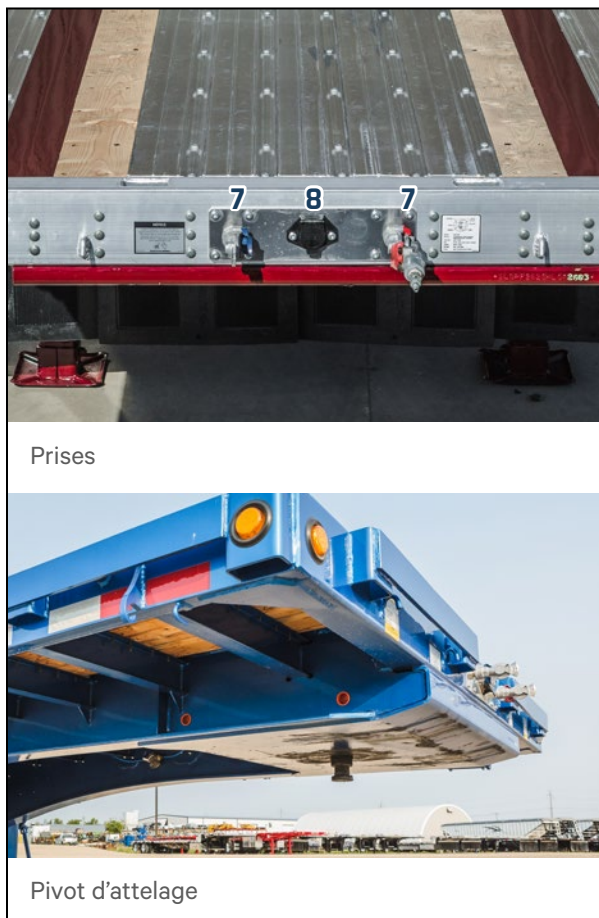

Figure 12 – Branchement (type)
5. Avant de raccorder les canalisations d'air sur la remorque, vérifier la sûreté de la sellette autour du pivot d'attelage en faisant avancer légèrement le tracteur. Le frein de stationnement devrait demeurer engagé et donc empêcher la remorque de bouger. Si l'accouplement de la sellette est sécuritaire, le frein de stationnement de la remorque devrait offrir une résistance. À l'inverse, si l'accouplement n'est PAS sécuritaire, la remorque demeurera sur place, et le pivot d'attelage ressortira de la sellette. Référence : Figure 12.
7. Avant de brancher les têtes d'accouplement du tracteur ou de la remorque de tête, les nettoyer si elles sont sales. Bien brancher les têtes d'accouplement du tracteur ou de la remorque de tête sur la remorque. Le code couleur des têtes d'accouplement **BLEUE** et **ROUGE** permet d'éviter un mauvais branchement. Brancher la tête d'accouplement bleue (canalisation de frein de service) du tracteur ou de la remorque de tête sur la tête d'accouplement bleue de la remorque. De la même façon, brancher la rouge sur la rouge (canalisation de frein d'urgence/de réserve). Référence : Figure 12. Dans quelques étapes, nous confirmerons le fonctionnement des freins pour prouver que les canalisations d'air ne sont pas inversées.